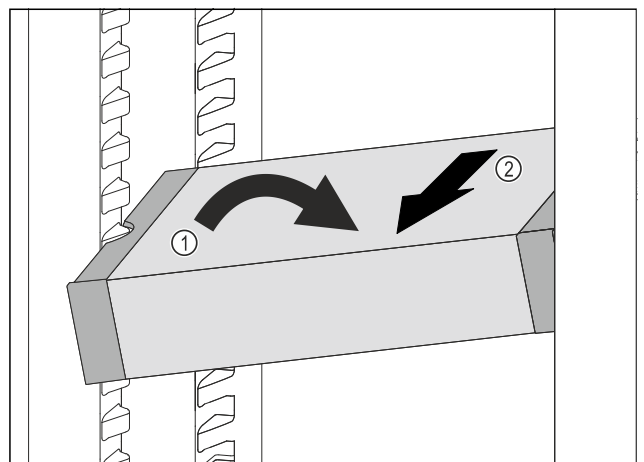

Fig. 124
- ▶ VarioSafe postavte v chladničke šikmo. Fig. 124 (1)
- ▶ VarioSafe vyberte dopredu. Fig. 124 (2)